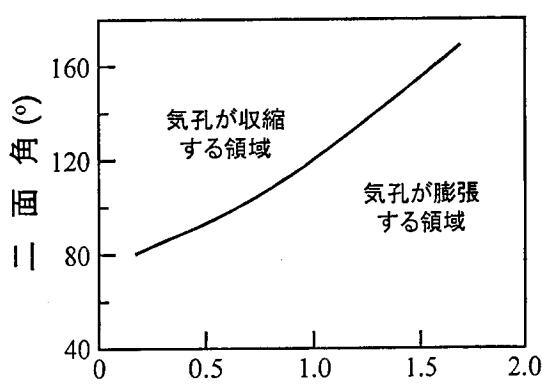

図 5-2-2 気孔の収縮、膨張と二面角、
- (b) 設問(a)の「3 つの張力がつりあつた二面角」 ϕ_0 はパラメータ [気孔径／粒径] の関数で表され、化学ポテンシャルを用いた計算から図 5-2-2 のような曲線が求められている。この図から、設問(a)で求めた「 $\phi_0 = 151^\circ$ 」に対応する [気孔径／粒径] の値は約 1.4 になる。 $\phi_0 = 151^\circ$ の材料で [気孔径／粒径] の値がこの 1.4 より小さい場合、気孔は収縮するが、1.4 より大きい場合、気孔は膨張する。